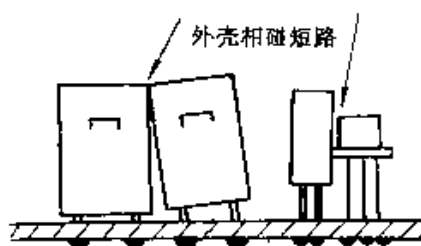

图 3-9
① 外壳不绝缘的元器件之间应有适当距离,不可靠得太近,以免相碰造成短路,如图 3-9 所示。